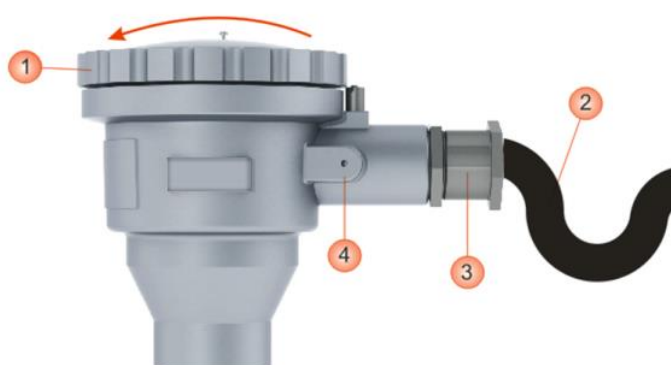

Рисунок 2.4 – Общие правила выполнения электрических подключений
2.4.1 Общие правила Выполнение электрических подключений производится в следующей последовательности (см. **рисунок 2.4** и **таблицу 2.5**):
- Снять крышку (1) индикатора потока;
- Продеть кабель (2) через кабельный ввод (3);
- Подключить заземляющий проводник к клемме заземления (4);